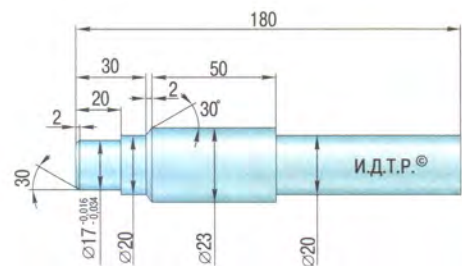

Рис. 6.3. Оправка для центрирования ведомого диска
15. При установке сцепления сначала установите с помощью оправки (рис. 6.3) ведомый диск таким образом, чтобы выступающая часть его ступицы была обращена в сторону нажимного диска.